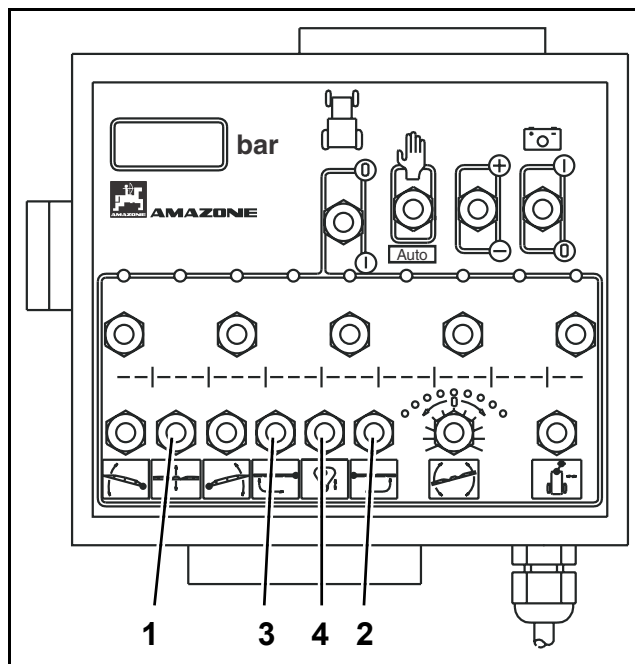
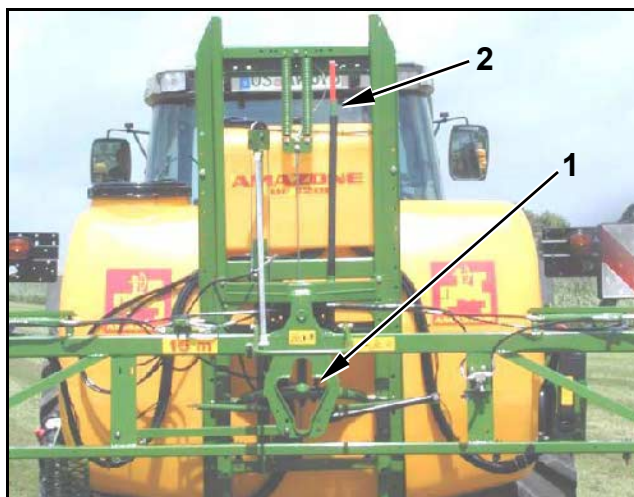

Fig. 8.42
Fig. 8.43
- Déverrouillez et verrouillez l'amortissement tri-directionnel sur la position de transport en utilisant la touche (Fig. 8.42/4).
- Pour déverrouiller poussez brièvement la touche (Fig. 8.42/4) vers le haut. **L'amortissement tri-directionnel** (Fig. 8.43/1) est déverrouillé lorsque la partie verte de l'indicateur de verrouillage (Fig. 8.43/2) est visible. **La Fig. 8.43 montre l'amortissement tri-directionnel de la rampe en phase déverrouillée.**
- Pour déverrouiller, appuyez brièvement la touche (Fig. 8.42/4) vers le haut. **L'amortissement** tri-directionnel est verrouillé lorsque la partie rouge (Fig. 8.44/1) de l'indicateur de verrouillage (Fig. 8.44/2) est encore cachée. **La Fig. 8.44 montre l'amortissement tri-directionnel de la rampe en phase verrouillée.**